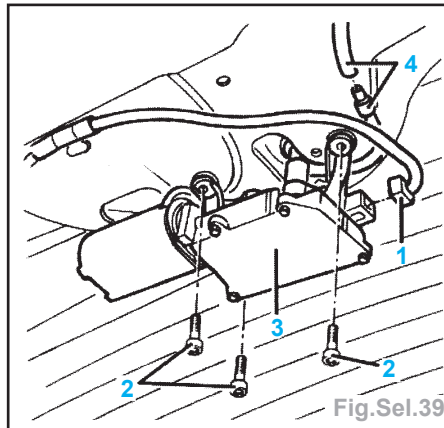

Fig.Sel.39
- le moteur d'essuie-glace AR (Fig.Sel.39),